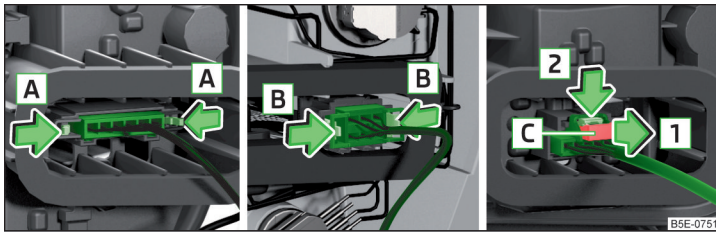

Abb. 362 Steckerabziehvarianten
Der Steckertyp variiert je nach Fahrzeugausführung » Abb. 362.
- Beim Stecker mit ausziehbarer Sicherungslasche diese entgegen der Pfeilrichtung **1** sichern » Abb. 362.